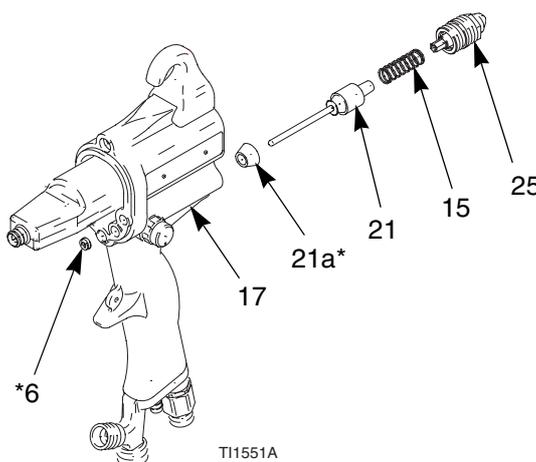

Fig. 18. Vanne pneumatique
3. Démontez la vanne de réglage du produit (25) de la poignée (17). Enlever le ressort (15). Voir Fig. 18.
4. Démontez la vanne d'air (21) à l'aide d'une pince. Examinez le joint (21a*) et le remplacez s'il est endommagé. Veillez à ce que le joint soit pressé fortement contre la vanne de manière à ce que le cône extérieur soit plat.